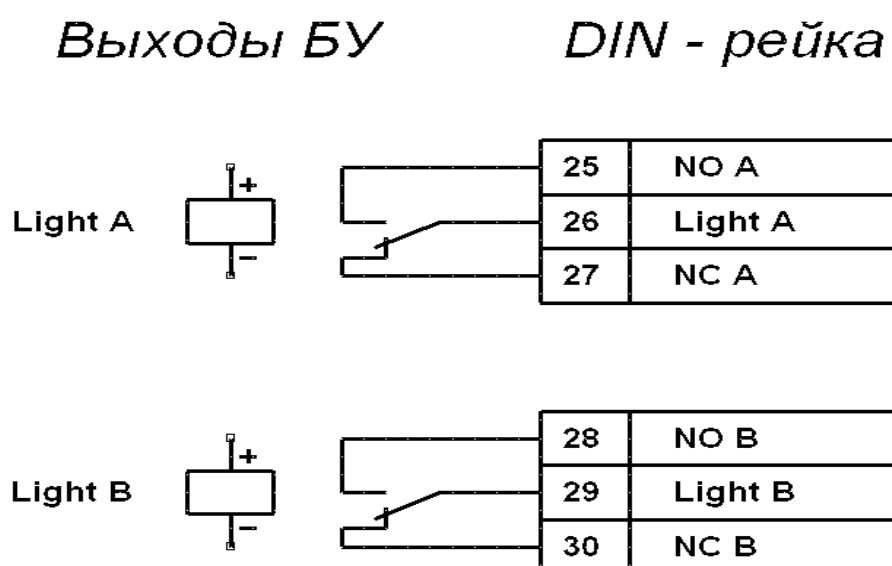

Рисунок 7 – Выходные каскады для «*Light A*» и «*Light B*»
5.11.4 Выносные световые индикаторы подключаются на клеммы DIN-рейки 25...30. При этом реле «*Light A*» («*Light B*») активизировано (на его обмотку подано напряжение), когда горит соответствующий данному направлению прохода зелёный индикатор на блоке индикации турникета, и нормализовано (на его обмотку напряжение не подано), когда горит соответствующий данному направлению прохода красный индикатор. Выходные каскады для «*Light A*» и «*Light B*» – перекидные контакты реле (см. рисунок 7) со следующими характеристиками сигналов: